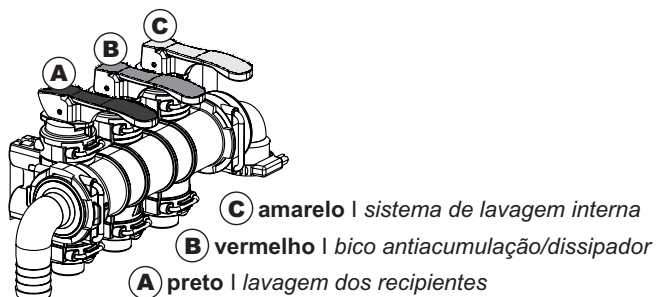

Fig. 5
- **COM A TAMPA FECHADA**, introduza cerca de cinco litros de água levantando a **alavanca amarela (C, Fig. 5)**;
- Mantendo o recipiente **BEM SEGURO**, acione o jato com a **alavanca preta (A, Fig. 5 + Fig. 6b)** para lavar o recipiente.
- Acione novamente a alavanca **leva amarela C** (Fig. 5) para introduzir a quantidade de água necessária para uma correta pré-mistura.
- Solte a **alavanca amarela C** (Fig. 5).
**Acione todas as três alavancas (A, B e C, Fig. 5):** desta maneira, todos os bicos entrarão em função para realizar a lavagem das paredes internas.
Neste momento, interrompa qualquer fluxo de água dentro do Mixer fechando **as três alavancas (A, B e C, Fig. 5).**